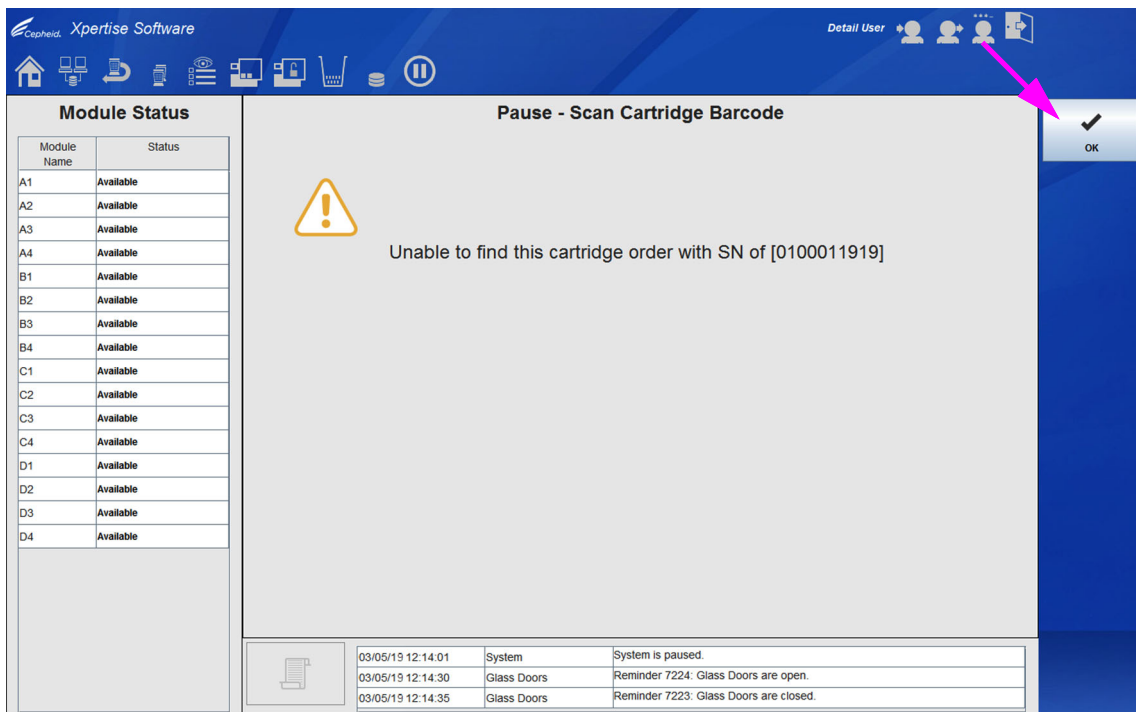
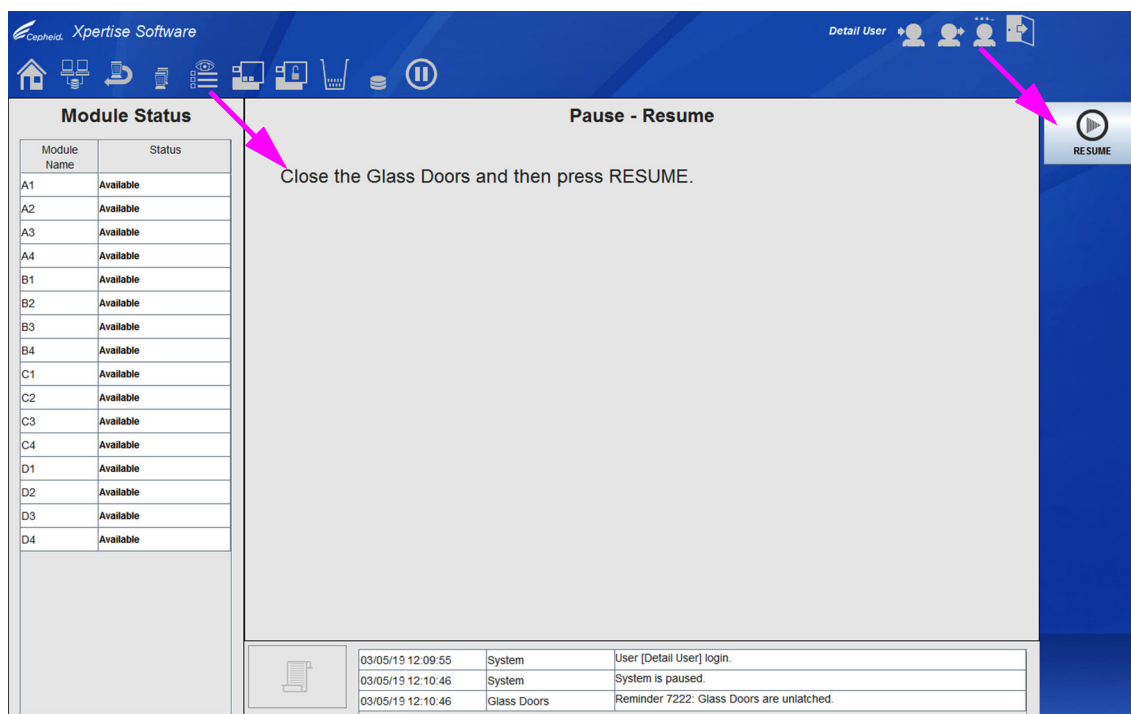

図 10-43.一時停止 - カートリッジバーコードのスキャンワークスペース - スキャンされたカートリッジが見つかりません
図 10-44. 一時停止 - 再開ワークスペース
取り外すカートリッジが他にない場合は、**再開 (RESUME)** ボタンを選択します。一時停止 - 再開 (Pause - Resume) ワークスペースが表示されます。図 10-44 を参照。
システムがカートリッジのオーダー情報を見つけられない場合、警告が表示されます。図 10-43 を参照。**OK** ボタンを選択します。一時停止 - 再開 (Pause - Resume) ワークスペースが表示されます。図 10-44 を参照。
- 一時停止 - 再開 (Pause - Resume) ワークスペースで、ガラスドアを閉じてから、**再開 (RESUME)** ボタンを選択します。図 10-44 を参照。